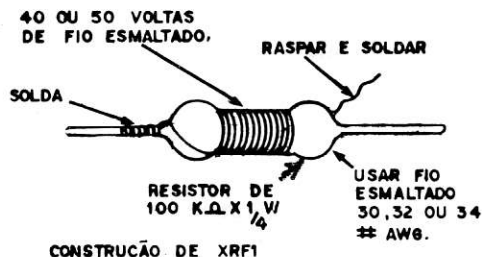

Figura 13
e) O choque de RF XRF1 é enrolado pelo próprio montador constituindo-se em cerca de 40 a 50 voltas de fio fino enroladas em torno de um resistor de 100K e ligada em paralelo com o mesmo. Observe na figura 13 a construção deste componente. Tenha o cuidado de raspar as pontas do fio esmaltado para fazer sua soldagem.